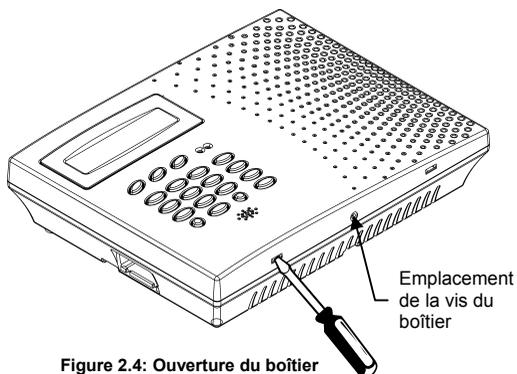

Figure 2.4: Ouverture du boîtier
2. A l'aide d'un tournevis, presser les attaches avec précaution, comme indiqué sur la figure 2.4.